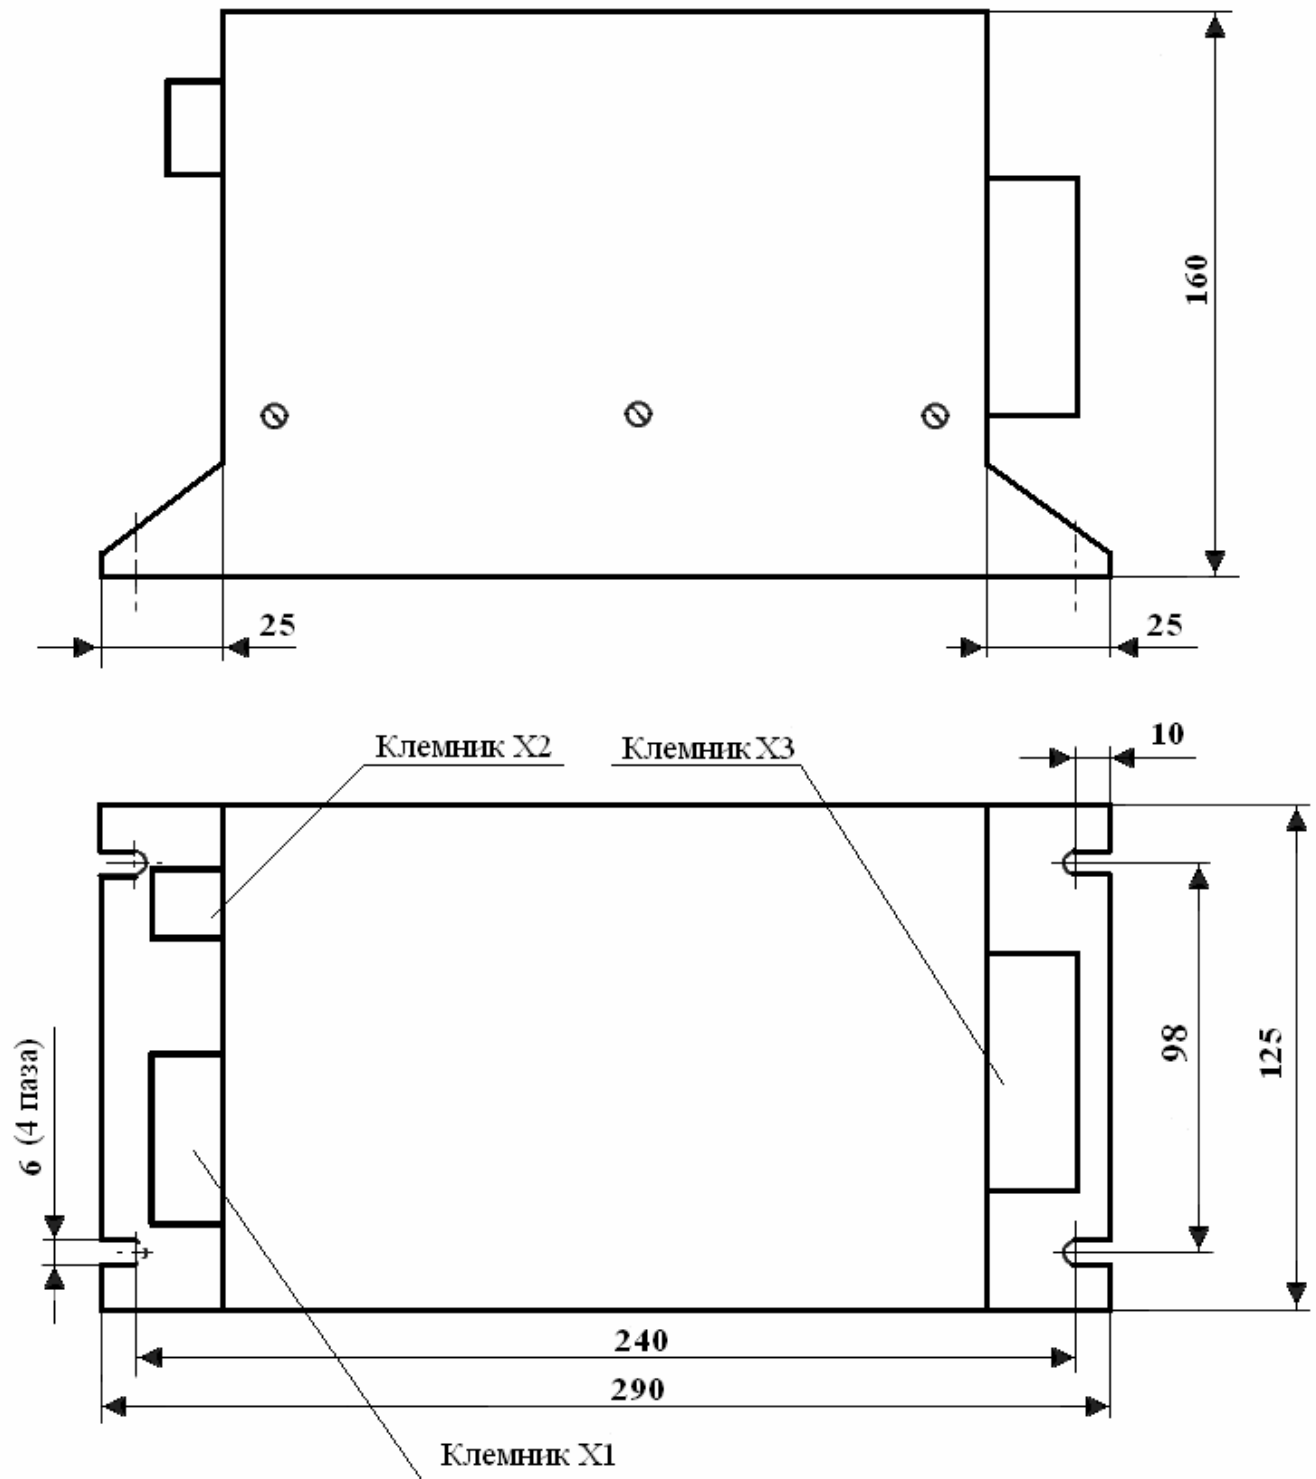
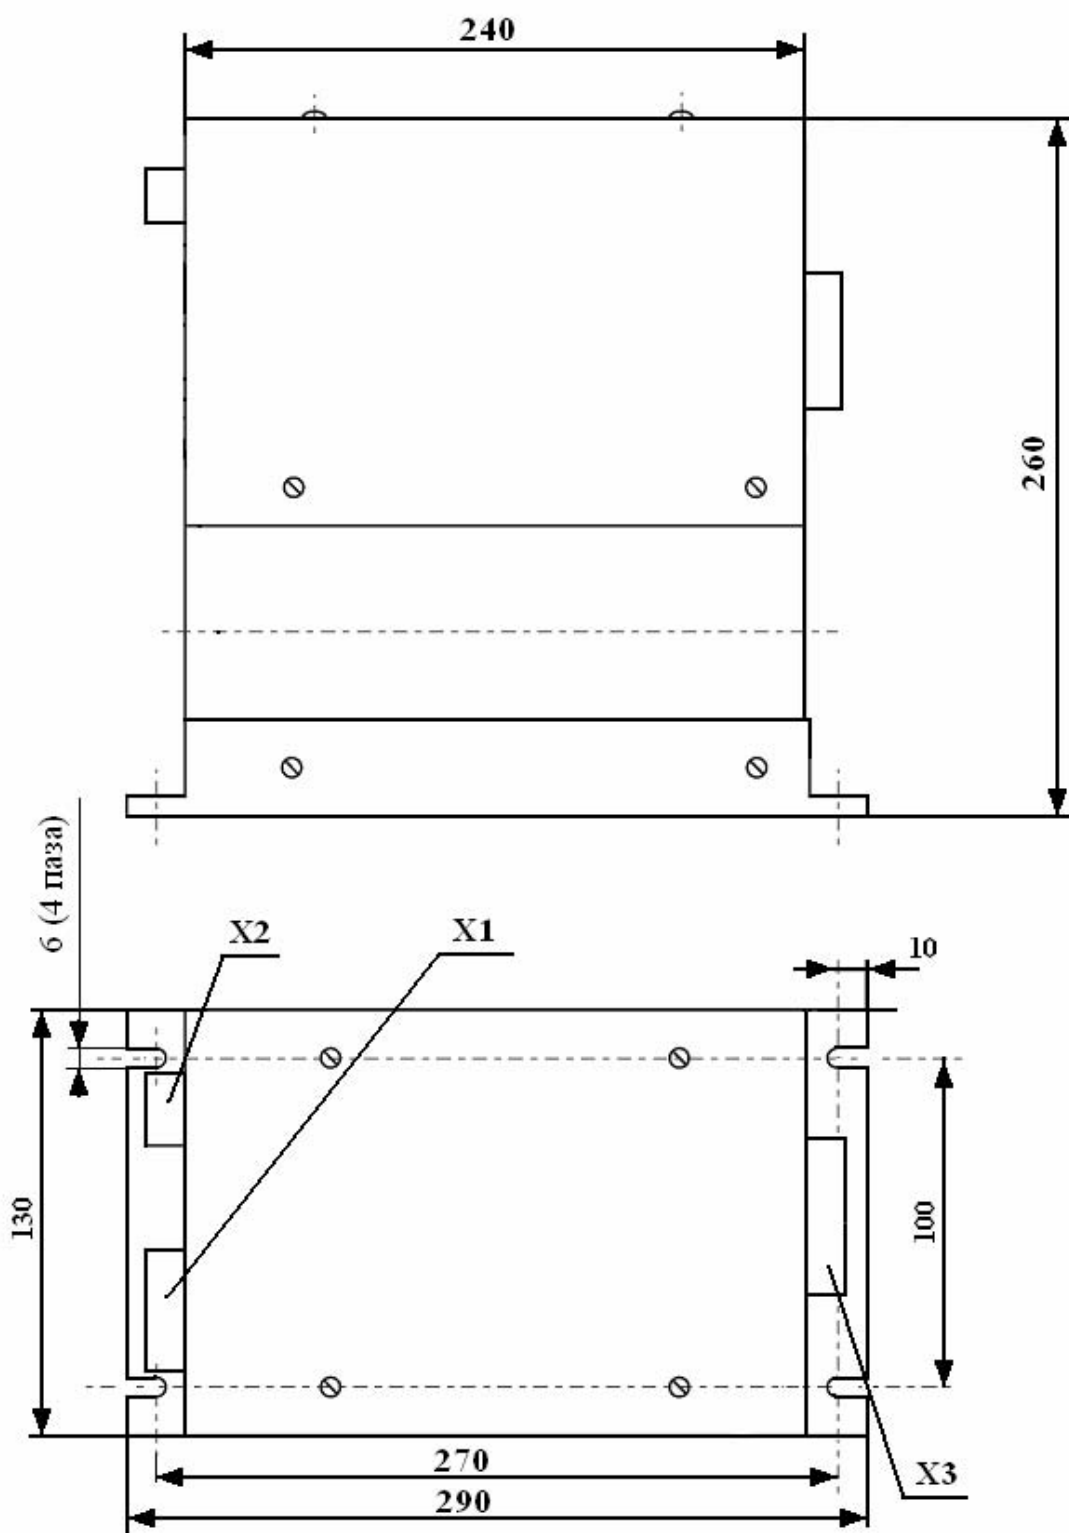
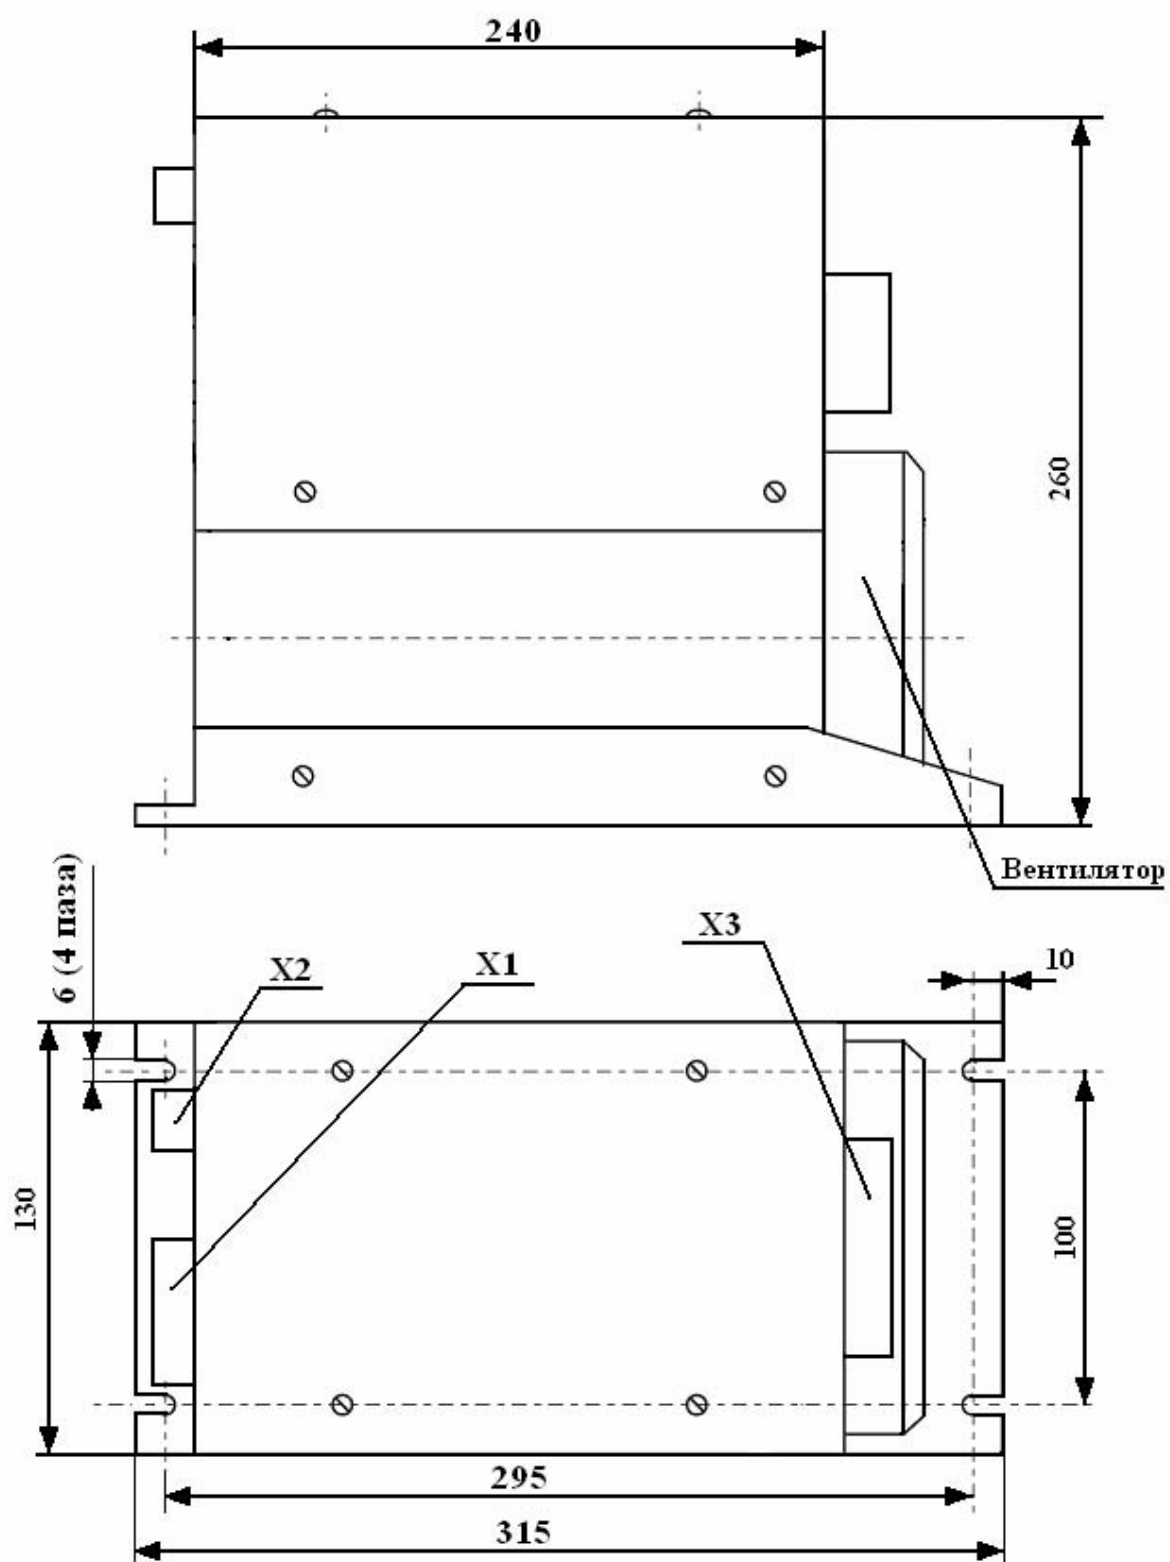

Рис.1 Габаритные размеры ПЕЛ-3-025-Е
Рис.2 Габаритные размеры ПЕЛ-3-050-Е
Рис.3 Габаритные размеры ПЕЛ-3-100-Е
2.7. Габаритные, установочные размеры пускателя приведены на Рис.1 (ПЕЛ-3-25 Е), Рис.2 (ПЕЛ-3-50 Е), Рис.3 (ПЕЛ-3-100 Е).